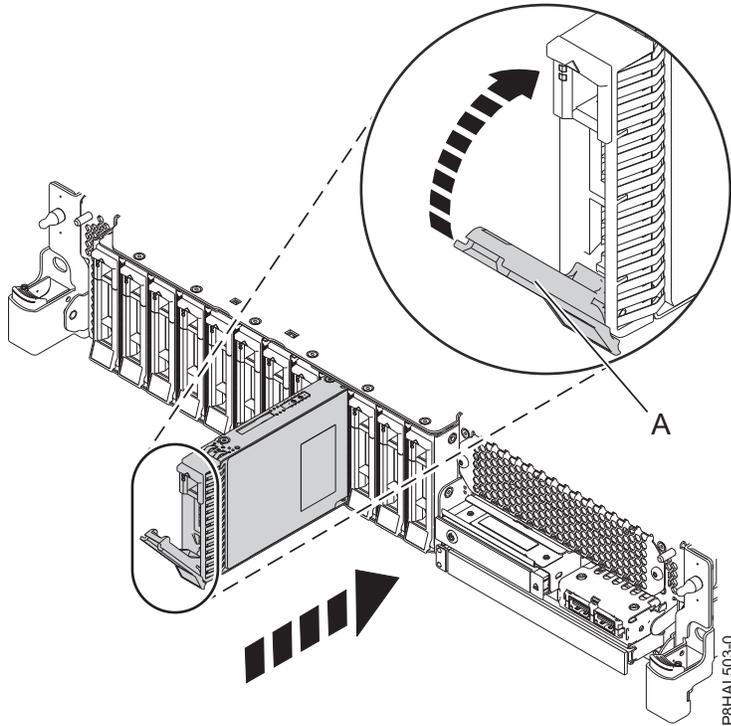
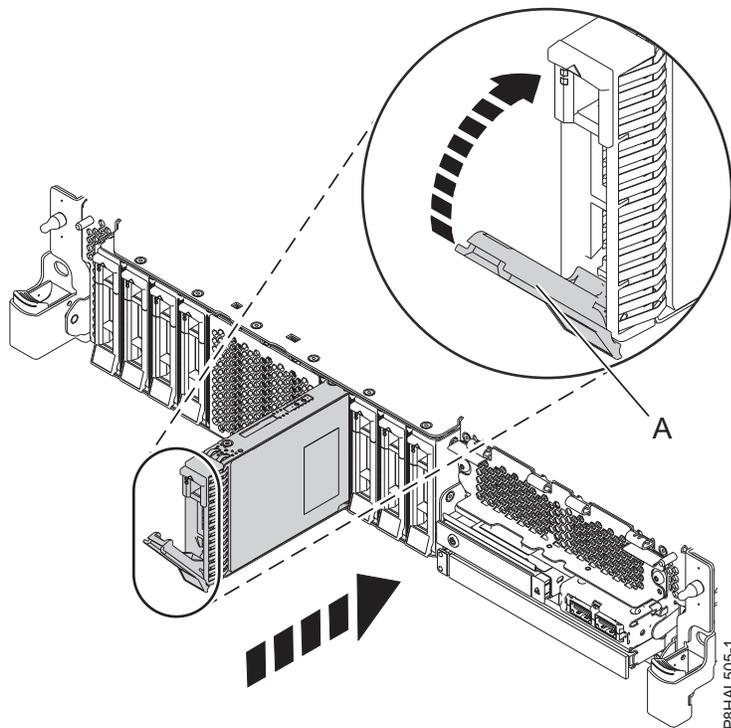

Abbildung 78. Plattenlaufwerk in einem System mit Basisfunktionen austauschen
Abbildung 79. Plattenlaufwerk in einem System mit erweiterten Funktionen austauschen
4. Entriegeln Sie den Griff (**A**) des Laufwerks, indem Sie ihn zusammendrücken und zu sich hin nach außen ziehen. Wird der Griff nicht ganz nach außen gezogen, lässt sich das Laufwerk nicht in das System einschieben. Siehe Abb. 78 auf Seite 87 und Abb. 79 auf Seite 87.
9. Wenn die Kennzeichnungs-LED leuchtet, ohne zu blinken, schieben Sie das Laufwerk ganz in das System ein und drücken den Griff des Laufwerks (**A**) ein, bis er einrastet. Siehe Abb. 78 auf Seite 87 und Abb. 79 auf Seite 87.